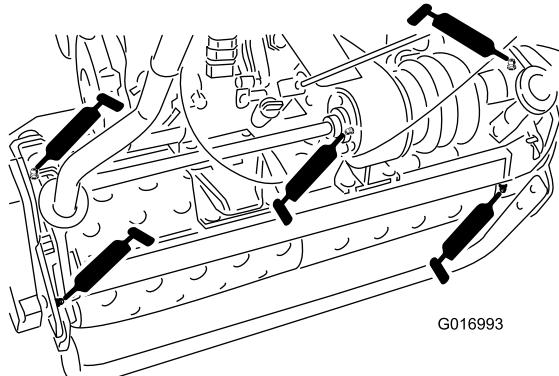

Рисунок 22
- 2 на осях (Рисунок 22)
- 3 на дифференциале Рисунок 22)